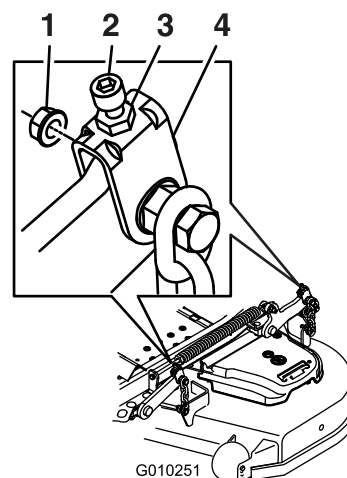

Figure 89
10. Le cas échéant, desserrez le contre-écrou à embase sur le côté de la chape et l'écrou de blocage sur le dessus. Ajustez précisément la vis de réglage en la tournant jusqu'à obtention d'une hauteur de 7,6 cm (3 po) (Figure 89).
16. Ajustez précisément la vis de réglage en la tournant jusqu'à obtention d'une hauteur de 8,3 mm (3,25 po) (Figure 89).